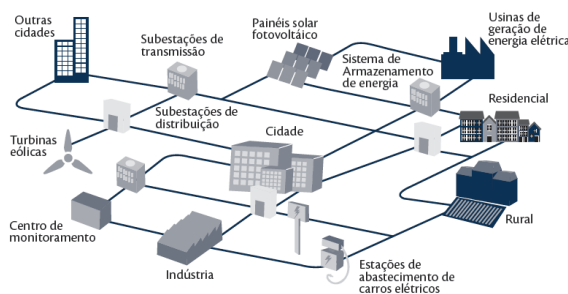
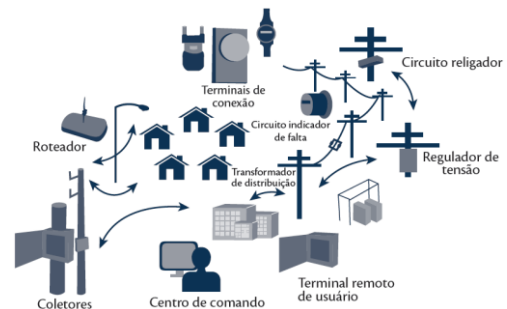

Figura 4 - Modelo de rede elétrica inteligente (Fonte: Redes Elétricas Inteligentes: Contexto Nacional, CGEE, 2013).
Figura 5 - Infraestrutura de medição inteligente baseada em rádio-frequência (Fonte: Redes Elétricas Inteligentes: Contexto Nacional, CGEE, 2013).
- **Redes Elétricas Inteligentes:** utilização de dispositivos de medição, proteção e controle inteligentes, assim como equipamentos baseados em eletrônica de potência, para incorporar maior controlabilidade de redes elétricas convencionais (ver Figura 4 e Figura 5).